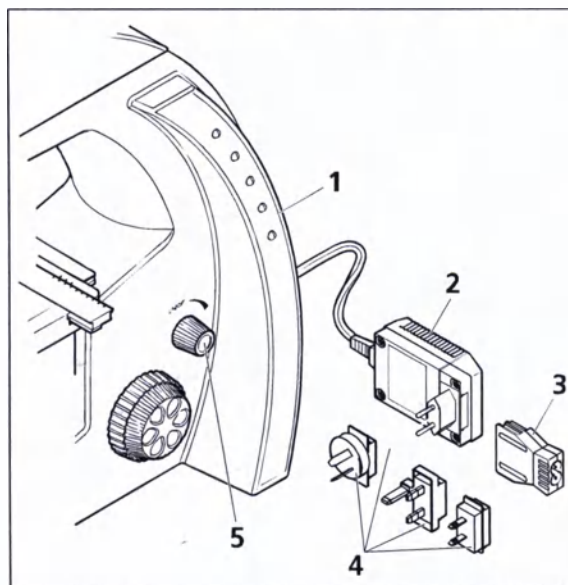

Рисунок 3 Ввод микроскопа в действие
- Штекерный сетевой блок (Рисунок 3/2) вынуть из держателя для хранения, находящегося на обратной стороне штатива.
- При необходимости заменить установленный сетевой соединительный адаптер на один из поставляемых адаптеров, специфичных для соответствующей страны (Рисунок 3/4). Для этого вынуть имеющийся адаптер и вставить другой.
- В том случае, если штекерный сетевой блок из-за недостатка свободного места не может вставляться в предусмотренную сетевую штепсельную розетку, заменить сетевой соединительный адаптер на поставляемый IEC-адаптер (Рисунок 3/3). Теперь штекерный сетевой блок может быть расположен плоско и подсоединен к штепсельной розетке с помощью приборного кабеля, принятого в соответствующей стране.
- Включить микроскоп посредством поворотной ручки (Рисунок 3/5) и отрегулировать освещение до желательной интенсивности.
Выбранная установка показывается расположенными с обеих сторон штатива синими светодиодами (Рисунок 3/1), в пяти ступенях.